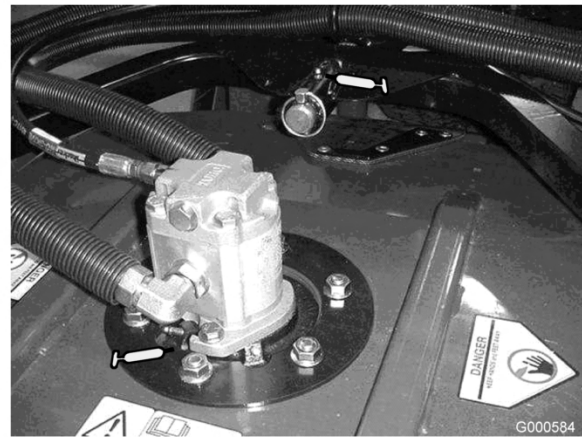

Bild 28
- Spindelwellenlager des Mähwerks (1 pro Mähwerk) (Bild 28)
- Trägerrahmenarmbüchsen des Mähwerks (1 pro Mähwerk) (Bild 28)